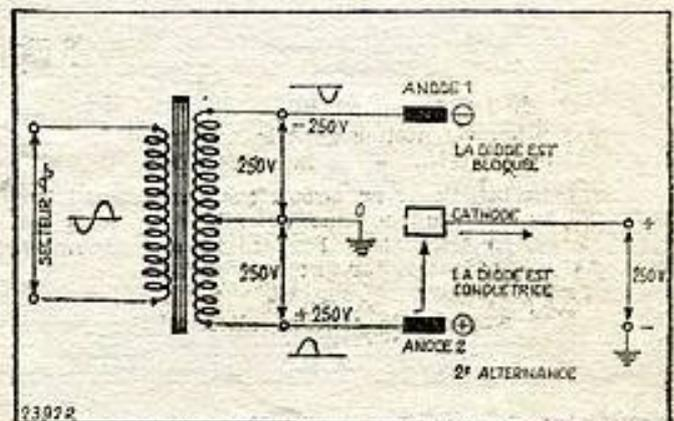

Fig. 3
2) *Deuxième alternance* : l'anode supérieure est à - 250 volts, négative par rapport à la cathode ; il ne passe rien dans cette diode (fig. 3).